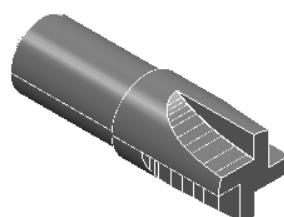

图4-36 导入模型文件
2) 选择下拉菜单中的“文件”→“输入模型”命令,弹出“输入模型”对话框,选择“xidao.dgk”(“随书光盘:\第4章\4.2\uncompleted\xidao.dgk”)文件,单击“打开”按钮即可,如图4-36所示。